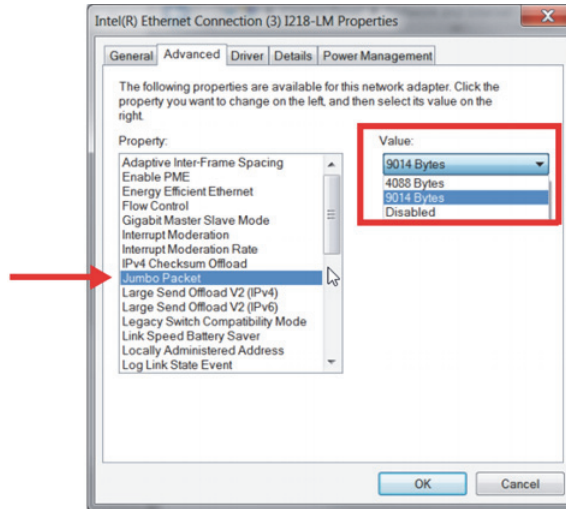

図 7-2 ジャンボパケット設定
- **詳細タブのプロパティでジャンボパケット**または**ジャンボフレーム**を選択し、**値で 9014 バイト**（73 ページの図 7-2）に変更します。